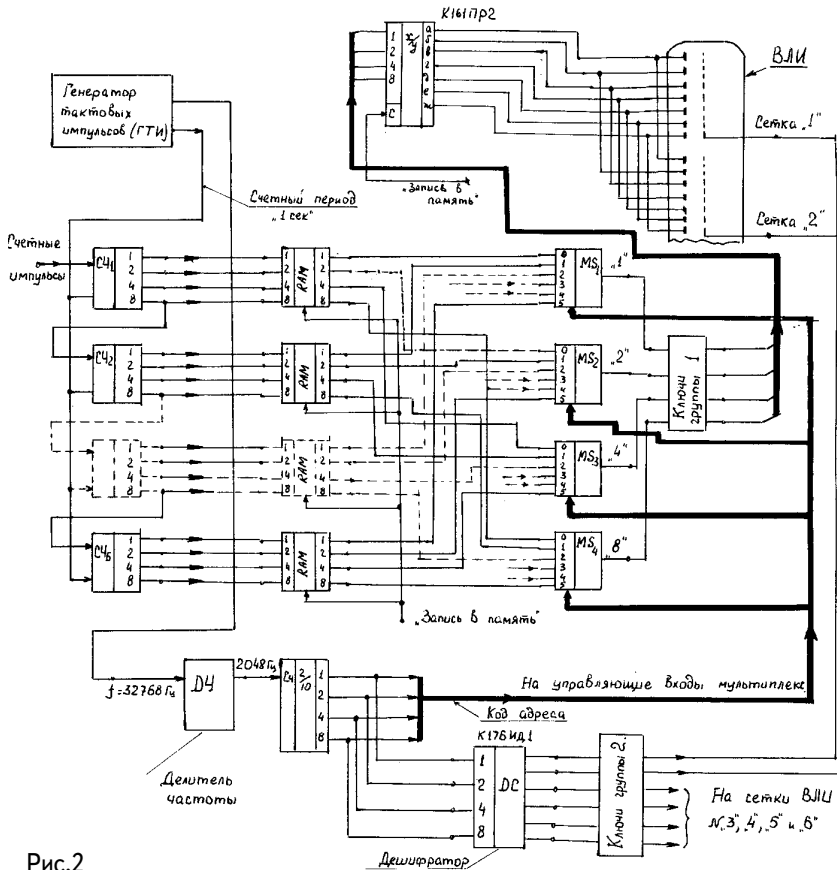

Рис.2
- Я давно хотел понять, что такое динамическая индикация вообще и как она осуществляется. Потому что остальное - это уже вопрос техники. Но мне не совсем понятен **рис.2**, - признался Федя Медяшкин, который постепенно начал приходить в себя.
При этом в течение каждого момента времени формируется не полное изображение, а **ТОЛЬКО** его отдельные элементы. Для случая, представленного на **рис.2**., использован метод мультиплексного управления с **ВРЕМЕННОЙ РАЗВЕРТКОЙ** по сеткам ВЛИ. Здесь знаки поочередно синтези-
Но, поскольку К-МОП логика не стыкуется непосредственно с логическими уровнями микросхемы К161ПР2, то используют переходные транзисторные ключи, обозначенные на рис.2. как "Ключи группы 1". Поэтому с семисегментно - позиционного выхода микросхемы соответствующая конфигурация высоких и низких потенциальных уровней подается ОДНОВРЕМЕННО на все параллельно соединенные аноды - сегменты ВЛИ.